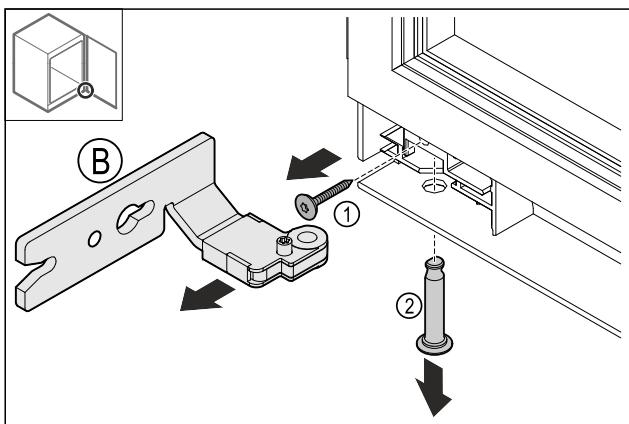

Fig. 15
► Отстранете пантата Fig. 15 (B).
- Отстранете винта Fig. 15 (1).
- Отстранете болта Fig. 15 (2).